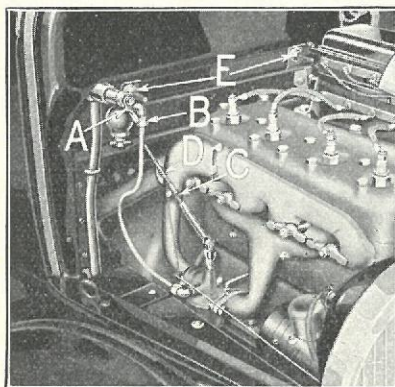

Fig. 561
- 1231** Luk Benzinhanen paa Slamsamleren (Fig. 561-A).
- 1234** Udtag Splitten (Fig. 561-C) og træk Karburatorreguleringsstangen »D« ud gennem Forbrædtet.
- 1235** Skru de to Møttrikker (Fig. 561-E) af og aftag Underlagskiverne.
- 1250** Indsæt Benzinrøret i Slamsamlervinklen og skru Pakmøtrikken til (Fig. 561-B).
- 1251** Aabn Hanen paa Slamsamleren (Fig. 561-A).